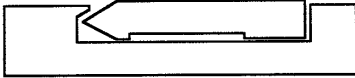

Figure 3
3. Tenir une barette entière de pointes à un angle avec le côté "colle" vers le bas, et le bout pointu des pointes situé sous le rebord dans le renforcement du magasin, à l'emplacement **A** de la Figure 3.